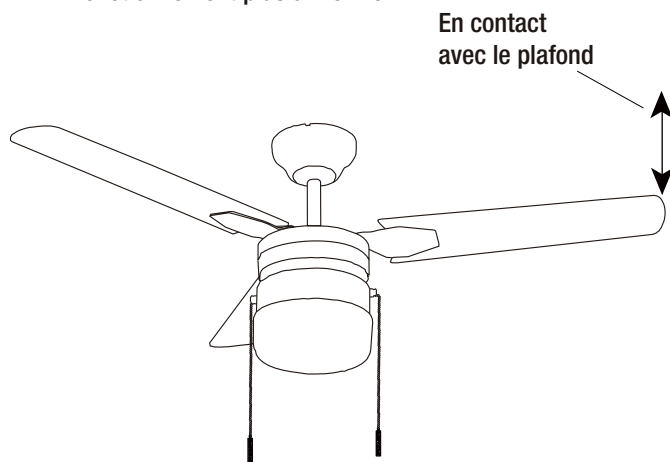

Figure 14
- La plupart des problèmes d'oscillation des ventilateurs sont causés par les différences de niveau des pales. Vérifier ce niveau en choisissant un point du plafond au dessus de l'extrémité d'une des pales. Mesurer cette distance selon les indications de la Figure 14. Faire tourner le ventilateur jusqu'à ce que la pale suivante soit mise en position pour être mesurée. Répéter pour chaque pale. La distance doit rester la même à 3 mm près (1/8 de pouce).